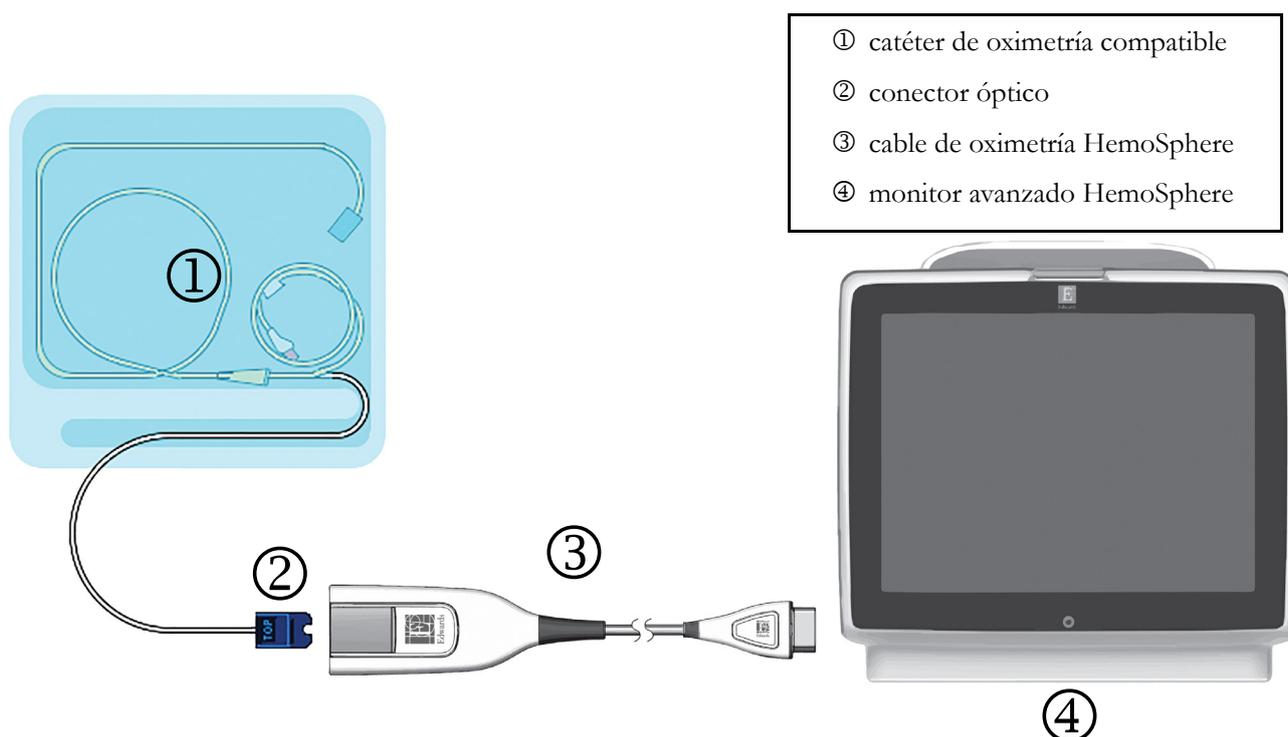

Figura 4-2 Descripción general de la conexión de oximetría
- 1** Conecte el cable de oximetría HemoSphere al lado izquierdo del monitor avanzado HemoSphere. Consulte la figura 4-2.